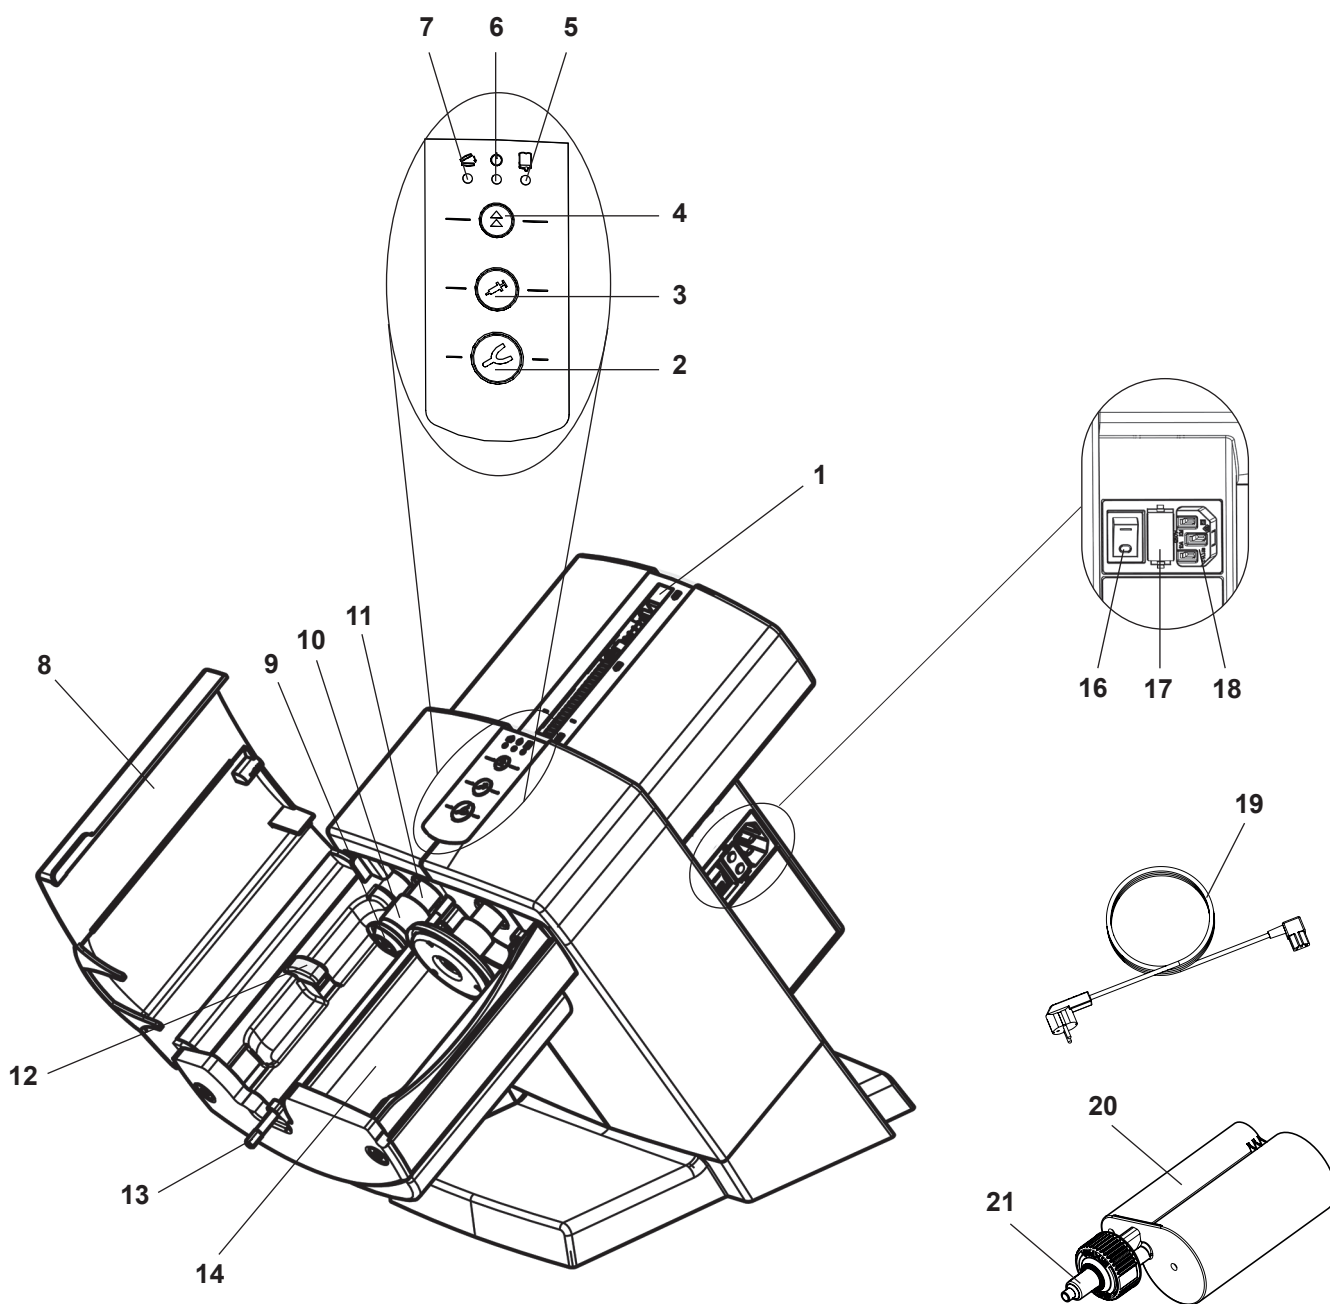

Fig. 1
⇒ Enfoncer le câble secteur (19, Fig. 1) dans la prise secteur (18).
⇒ Fermer le clapet de l'appareil (8, Fig. 1).
- ◆ Les plateaux de pression (9, Fig. 1) retournent en position initiale et s'arrêtent.
L'insertion, de même que le remplacement d'une cartouche ne peut s'effectuer que si les deux plateaux de pression (9, Fig. 1) se trouvent en position de départ.
⇒ Ouvrir le clapet de l'appareil (8, Fig. 1).
⇒ Le clapet de l'appareil se ferme uniquement si la cartouche est correctement insérée. Tant que le clapet de l'appareil n'est pas correctement fermé, la LED rouge « Clapet de l'appareil ouvert » est allumée (7, Fig. 1).
◆ L'hexagone mélangeur (13, Fig. 1) commence à tourner et s'emboîte automatiquement dans la buse mélangeuse (21, Fig. 1), puis s'arrête à nouveau.